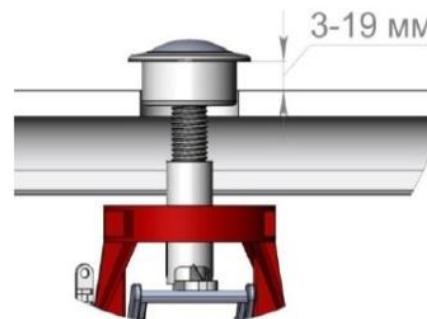

Рис. 3
1. Чтобы отрегулировать арматуру спускную по высоте, необходимо отсоединить тягу 8, от хомута 10. Затем нажать на фиксаторы опоры 15 и перемещением стойки 9 вверх-вниз (см. рис.3) добиться необходимого зазора